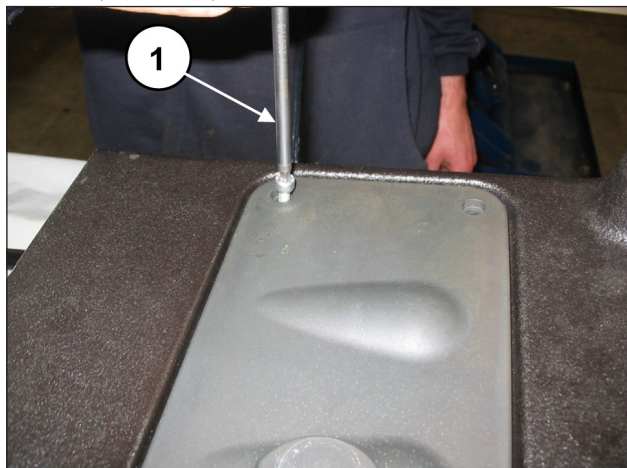
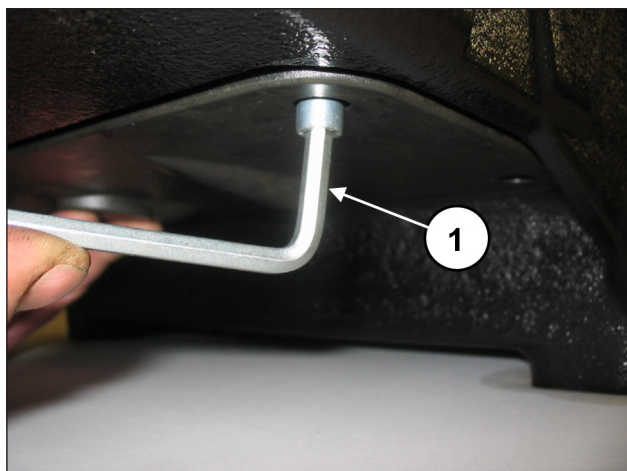

图 139
图 140
拧下4+4个固定螺钉，卸下上部（位置①，图 139）和下部（位置①，图 140）检查盖。